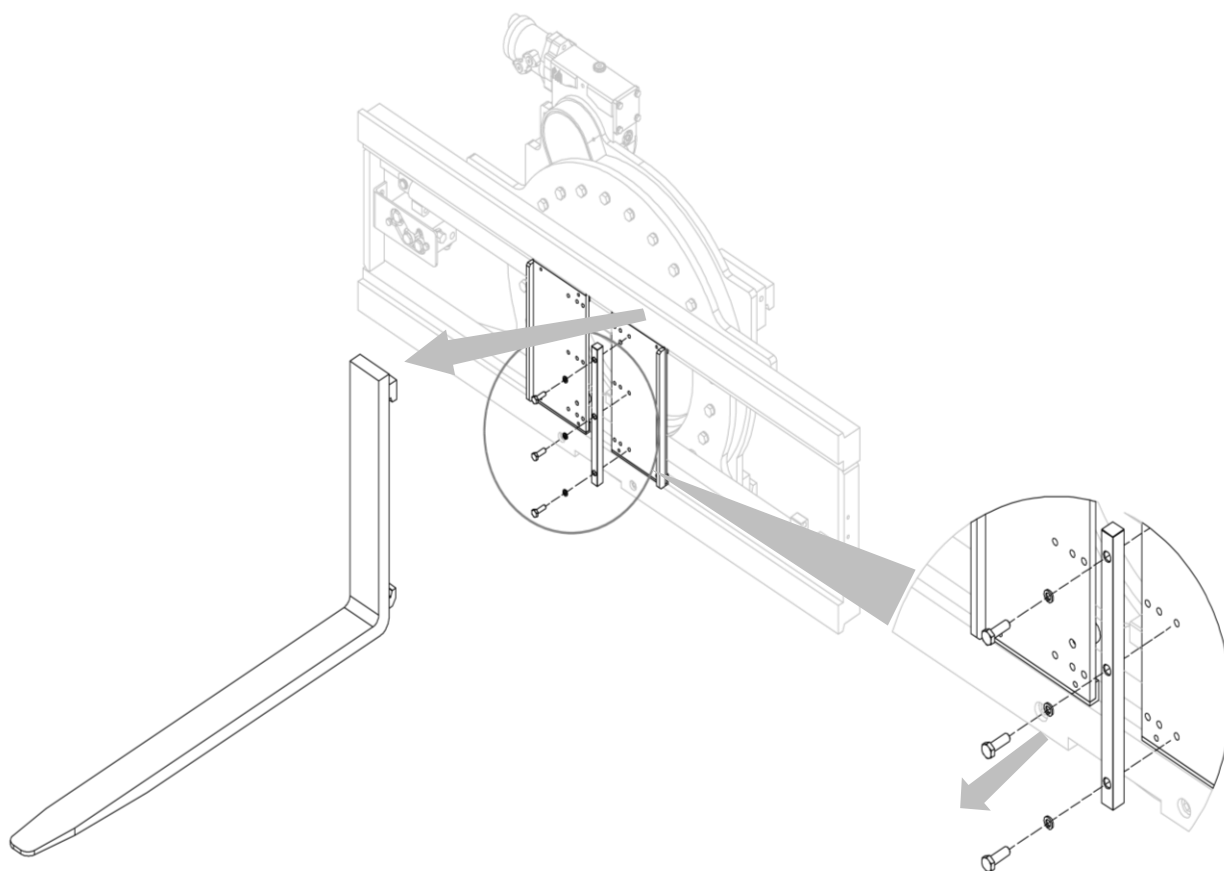

Figura 32
2. Rimuovere le forche dopo aver rimosso i relativi fermi forza (vedi *Figura 32*).